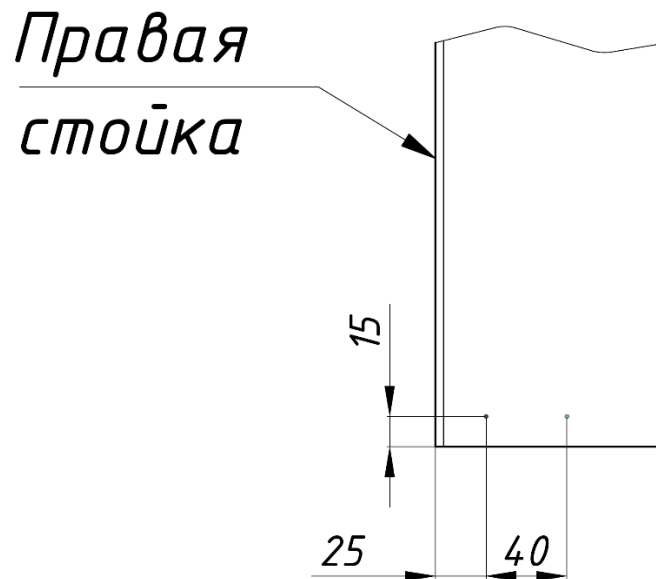

Рисунок 3. Разметка точек крепления на правой стойке рамы.
- В нижней части стойки правой выполнить разметку точек крепления приставного порога к стойке по указанным размерам (Рисунок.3).